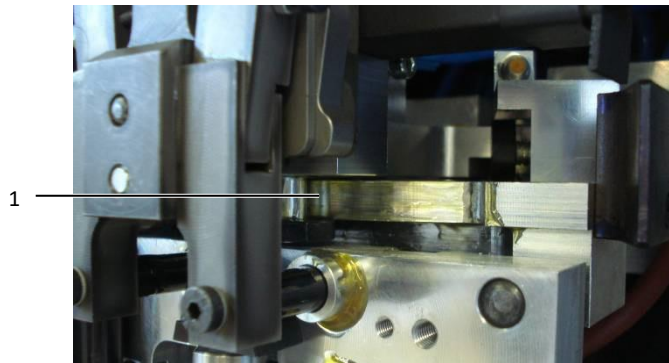

Bild 27: Verktygssläde
- Smörj kontaktytan (bild 27, pos. 1).